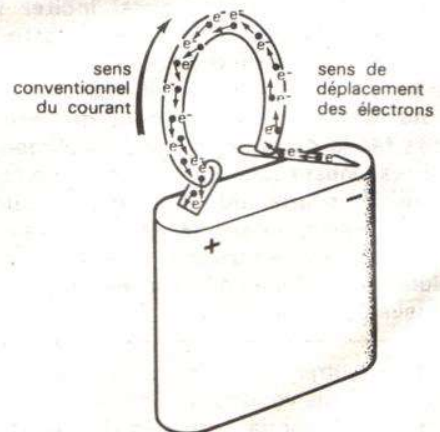

Fig. 2.
Les électrons poussés vers le pôle négatif ne demandent qu'à en sortir pour échapper à la pression qu'ils subissent. Pour cela, il leur faut une voie... sans fin. En effet, ce n'est pas en prolongeant le pôle que les électrons seront libérés, ils ne feraient que se cogner sur une autre porte fermée. Il faut donc obligatoirement un chemin, un circuit reliant le pôle négatif au pôle positif, à l'extérieur du générateur (voir fig. 2). Ainsi les électrons poussés traversent le conducteur
**2. Sens conventionnel du courant (voir fig. 2)**